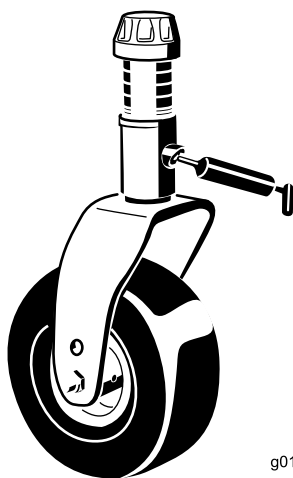

Figura 15
- Casquilhos do eixo da forquilha da roda giratória (4) (Figura 15)